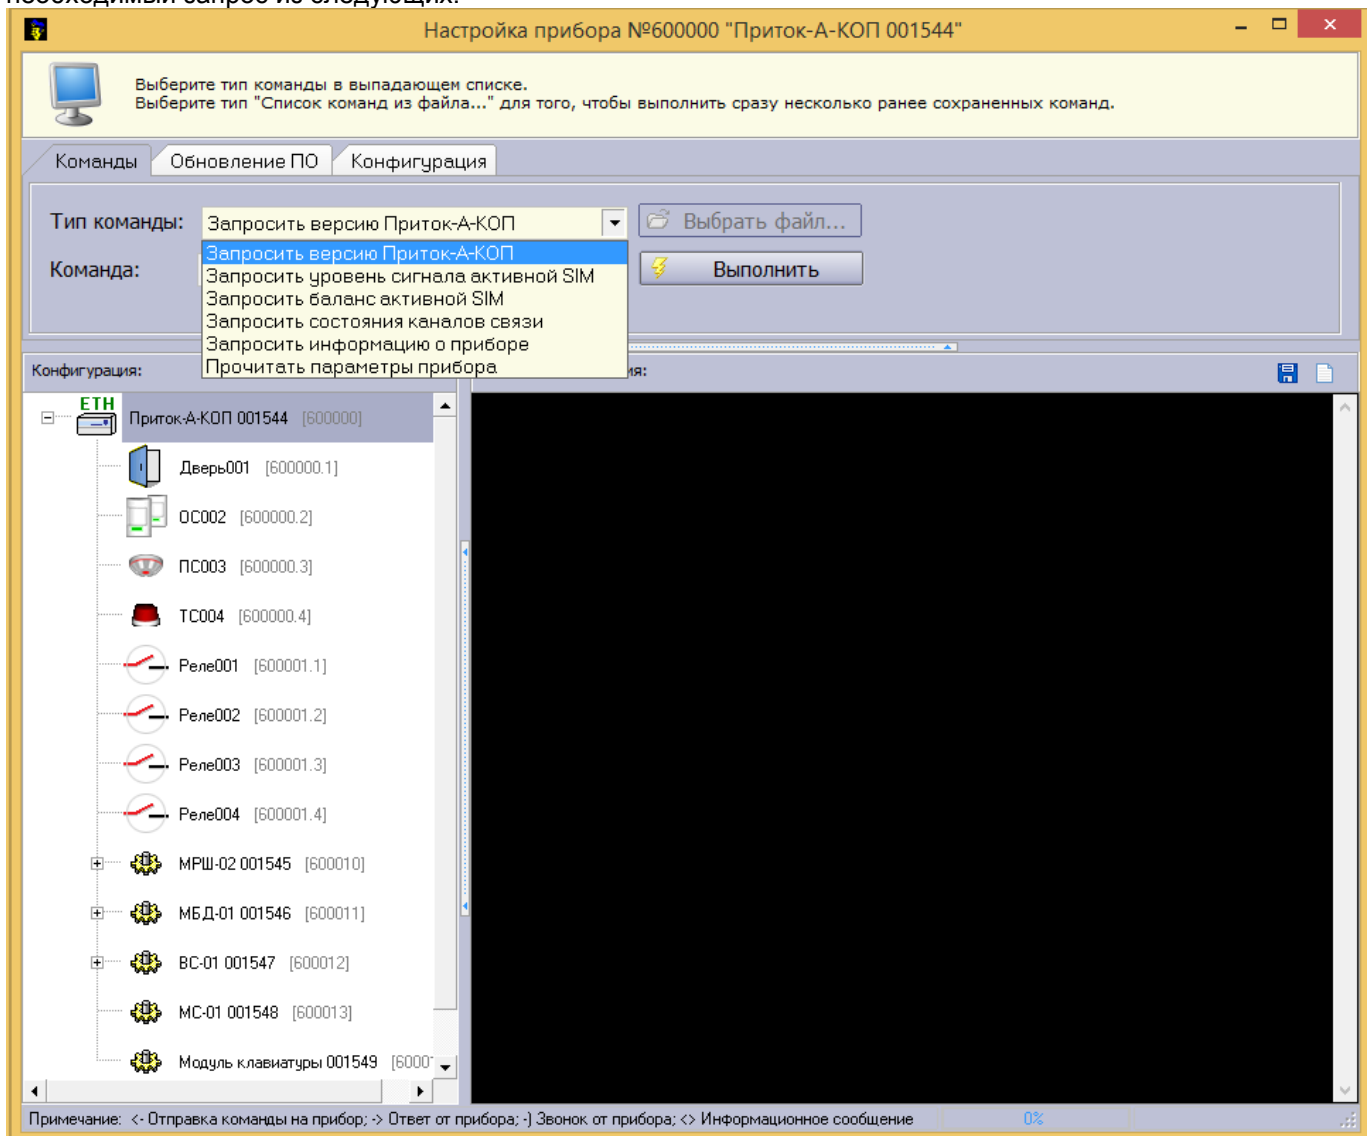

Рисунок 15 - Окно «Настроить прибор»
- Во вкладке «Команды» из выпадающего списка «Тип команды» (см. рисунок 15) выбрать необходимый запрос из следующих: